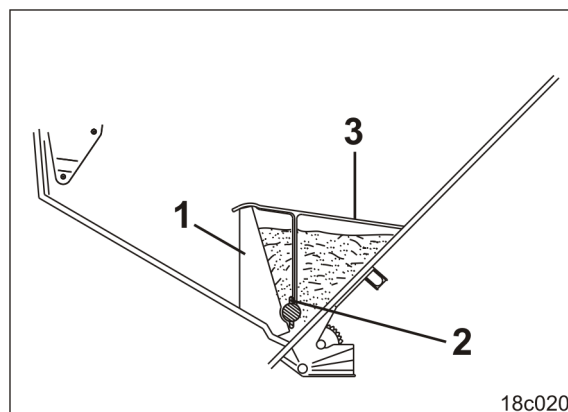
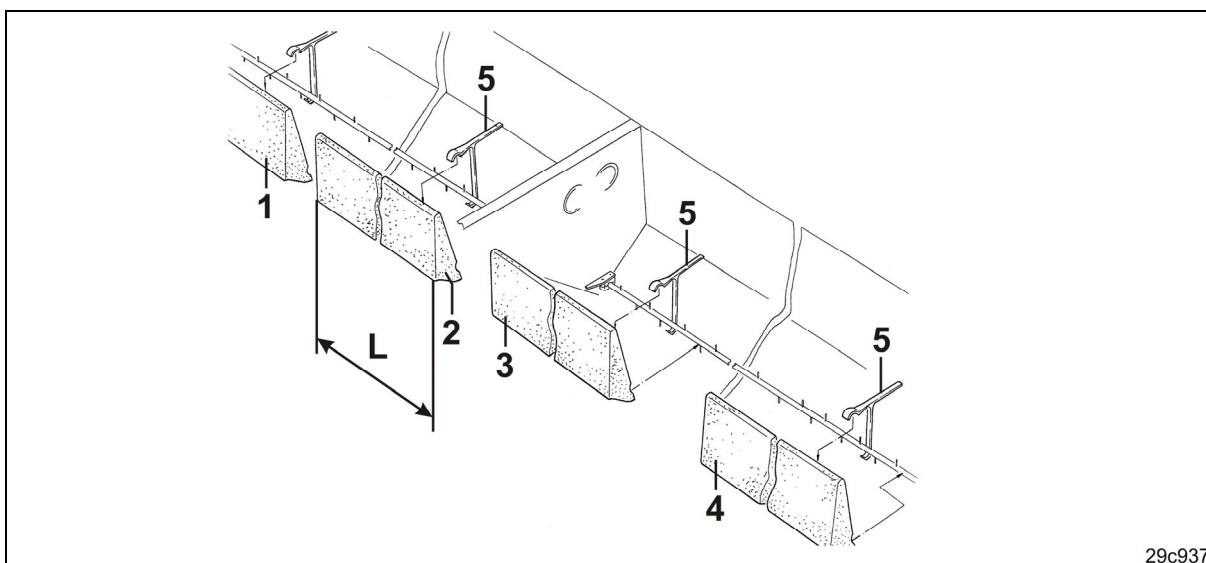

Fig. 146
Fig. 147
Colocar os pinos de agitação (Fig. 146/2) verticalmente se o tambor agitador não tiver elementos de agitação redondos, consulte o capítulo Apoio do tambor agitador, página 68.
2. Fixe os perfis do acessório para colza (Fig. 146/1) com grampos (Fig. 146/3) no depósito de sementes, consulte o desenho de montagem (Fig. 147).